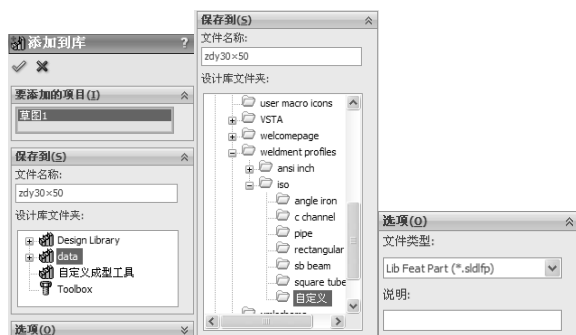

图 6-124 设置轮廓名称、保存位置和保存类型
STEP 4 打开“添加到库”属性管理器的“保存到”标签栏，在“文件名称”文本框中输入结构构件截面轮廓的名称为“zdj30×50”；选择“设计库文件夹”的路径为“data”>“weldment profiles”>“iso”>“自定义”；再打开“选项”标签栏，在文件类型下拉列表中选择要保存的文件类型为“*.sldlfp”，单击“确定”按钮，完成结构构件轮廓的创建，如图 6-124 所示。